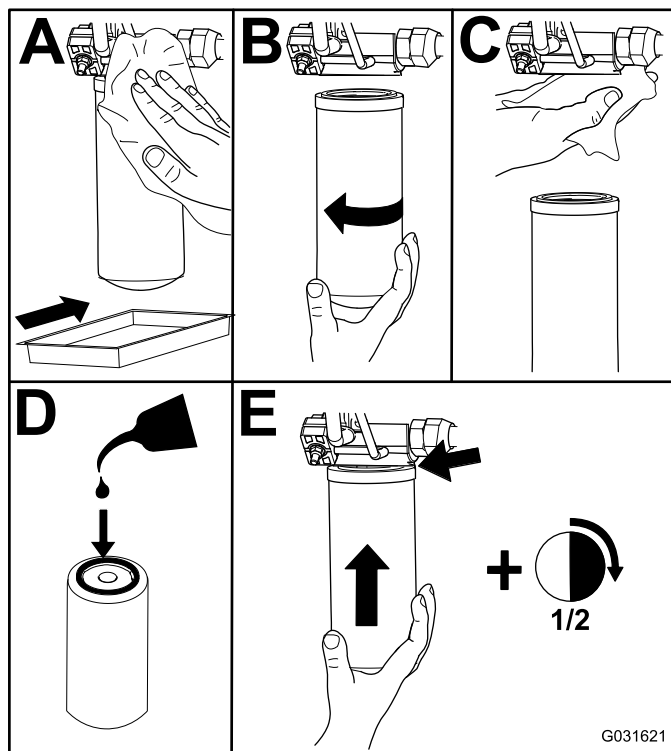

Figura 79
2. Sostituite i filtri idraulici (Figura 79).